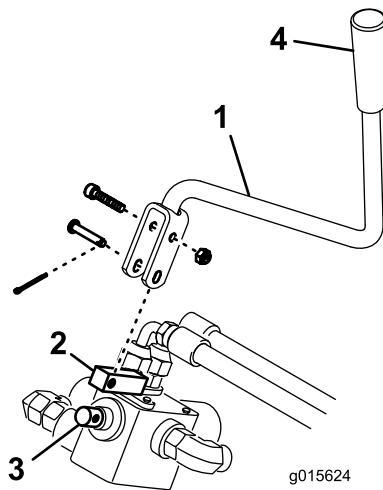

図 10
19. ハンドルにピボットレバーを取り付ける；ソケットヘッドねじとロックナットを使用する（図 10）。
20. ハンドルに制御ノブを取り付ける（図 10）。